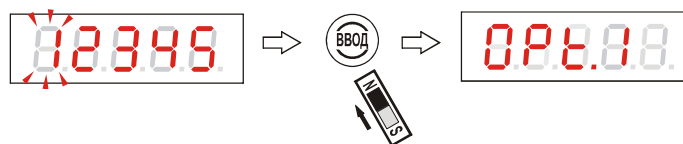

Рисунок 38 - Возврат в раздел настройки при неправильном вводе пароля пользователя
2.8.8 Если пароль пользователя, например, введен неверно, то уровень вернется на начало выбора раздела настройки «**Opt.1**», рисунок 38: